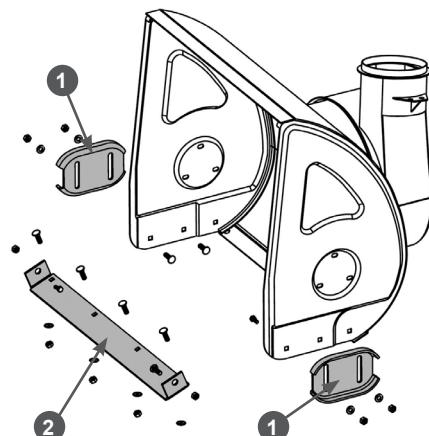

Рис. 45 Обслуживание кожуха шнеков
- Открутите гайки, извлеките болты крепления полозков 1 (Рис. 45) и снимите полозки с кожуха шнеков.
- Переверните полозки на 180 градусов или установите новые полозки и закрепите их четырьмя болтами и гайками (Рис. 45). Перед окончательной затяжкой гаек отрегулируйте высоту зазора снега.
Для наглядности на Рис. 45 кожух шнеков показан без шнеков, редуктора и валов.
1. Открутите гайки, извлеките болты крепления и снимите нижнюю накладку 2 с кожуха шнеков (Рис. 45).
2. Установите новую нижнюю накладку и закрепите ее болтами и гайками (Рис. 45).